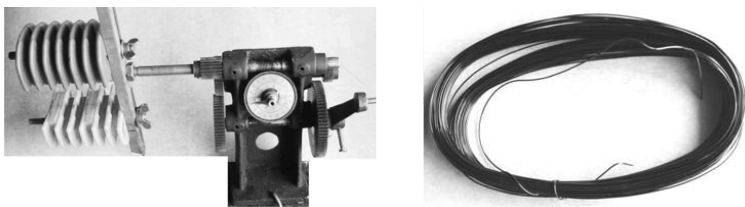

图 2-50 绕线器及在它上面绕制好的线圈
3) 线圈绕完后应检查线圈的匝数，正确无误后用扎线扎紧，从绕线机上取下，再绕下一个线圈。如图 2-50 所示为绕制好的线圈。